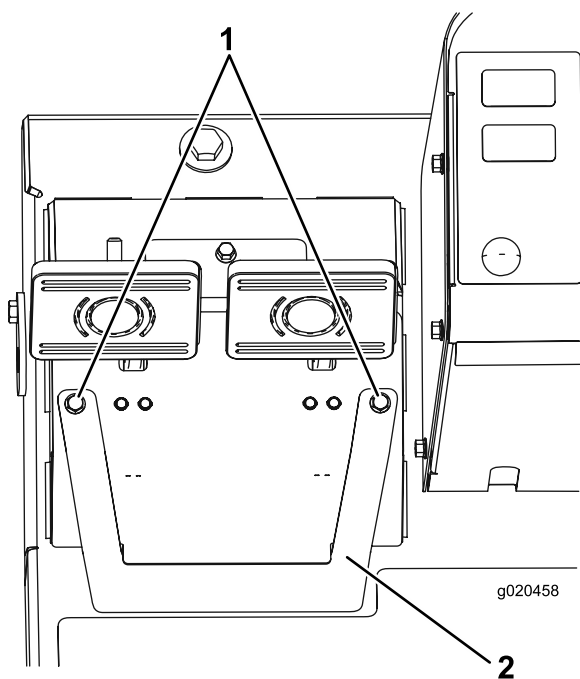

Figura 90
- A. Desaperte os 2 parafusos de montagem e retire a cobertura de ajuste do travão (Figura 90).